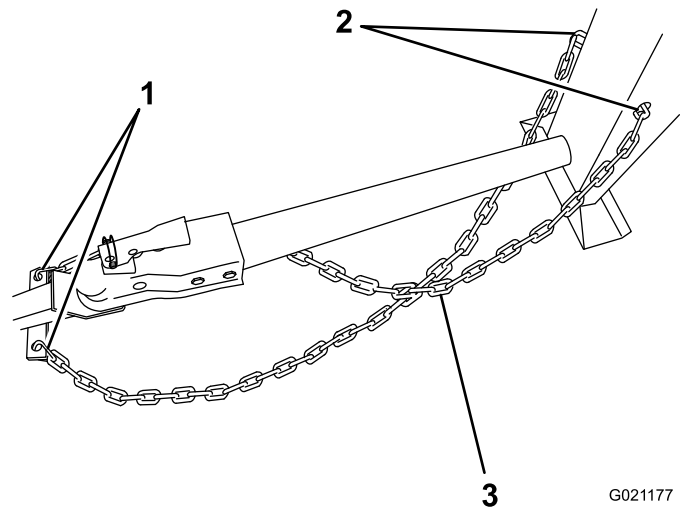
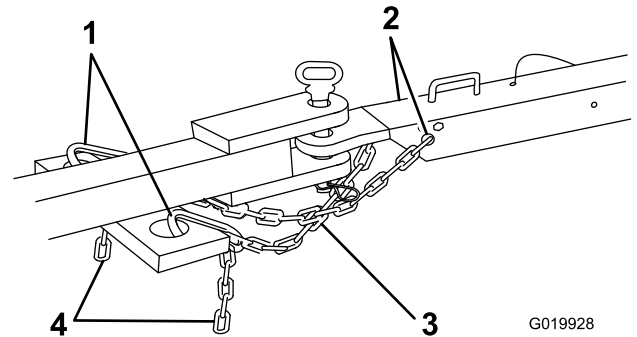

Figure 26
Figure 27
- Croisez les deux bouts de chaîne **sous** la barre de remorquage (sous la flèche pour les modèles à déversement en bout 68007C et 68008C). Pour les modèles 68004C, 68006C et 68009C, voir Figure 26. Pour les modèles 68007C et 68008C, voir Figure 27.